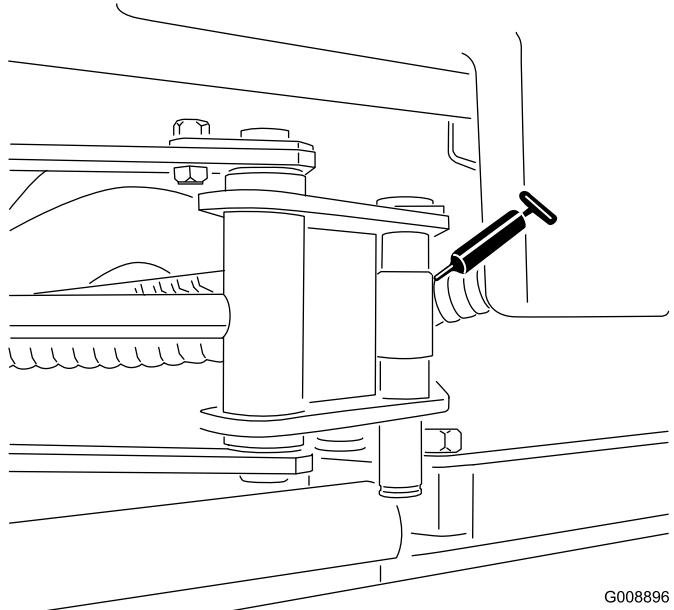

Figura 32
- Estremità del cilindro SideWinder (2) (Figura 32)